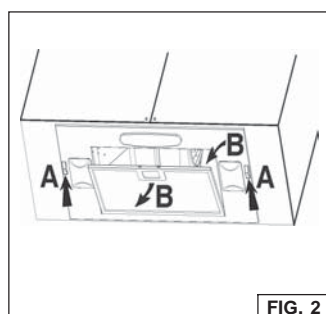

FIG. 2
1. Otez la grille en déplaçant les deux attaches latérales "A" (Fig.2). Presser la poignée des filtres et faites basculer les filtres vers le bas et les retirer (Fig. 2B).
7. Reposez la grille avec les deux attaches latérales "A" (Fig.2).
Pour enlever les filtres à graisse poussez sur la languette du verrou métallique. Faites basculer les filtres vers le bas et les retirer (Fig.2).